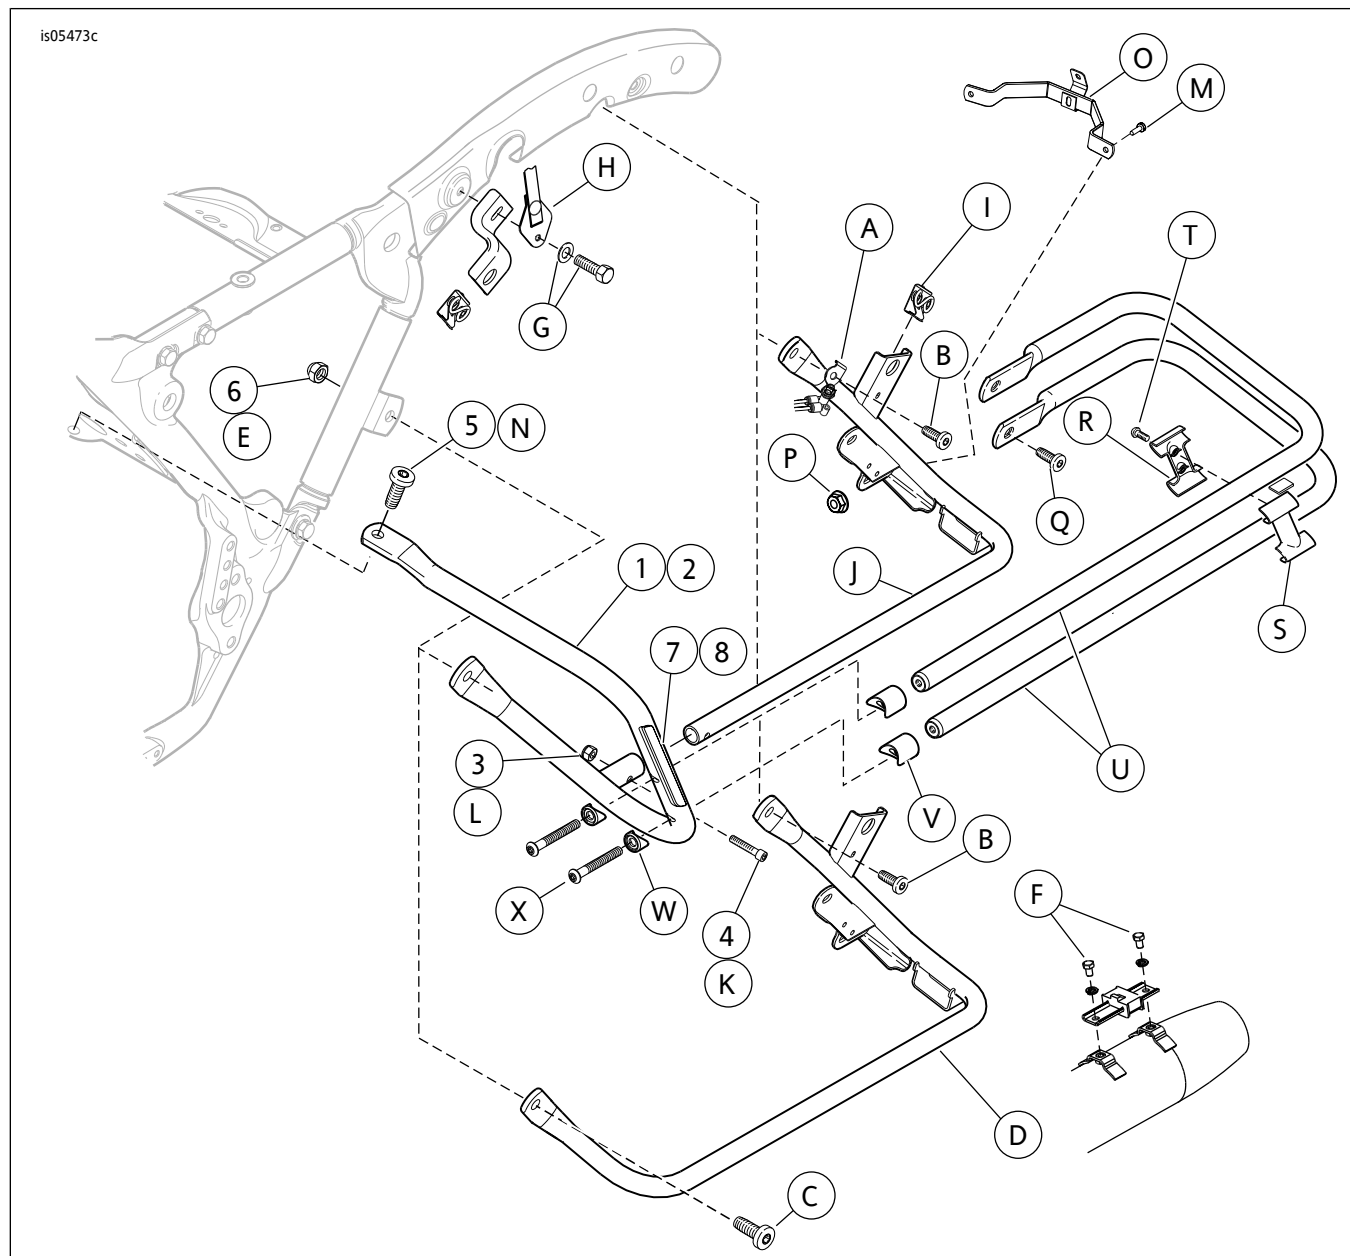

图3。维修零件：边箱护罩套件(图示为左侧)
参见图3和表1。
2. 参见图3。拆下扣带螺丝和垫圈(G)。拆下扣带(H)。根据维修手册中的说明拆下座椅。
1. 参见图3。拆下将边箱护罩固定至消声器支架的螺丝(F)。
1. 对于FLTR和FLHX车型：参见图3。